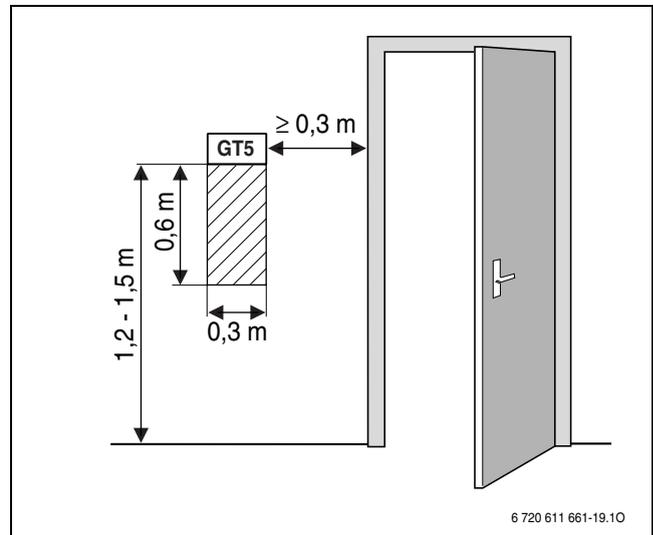

Bild 37 Empfohlener Montageort für Raumtemperaturfühler GT5
- ungehinderte Zirkulation der Raumluft unterhalb des Raumtemperaturfühlers GT5 (schraffierte Fläche in Bild 37 freihalten)